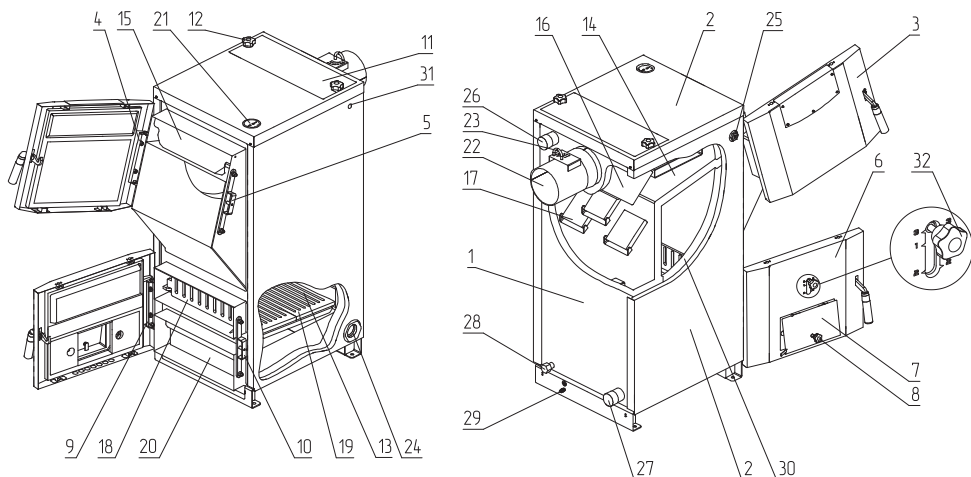

Рис.1 Устройство котла ZOTA Bulat
- Эксплуатировать котел без установленного зольного ящика (**Рис.1, поз.20**);
- Эксплуатировать котел без установленной шуровочной решетки (**Рис.1, поз.18**);
- Откройте заглушку вертикального канала теплообменника (**Рис.1, поз.11**) и уберите заслонку дымоотводную (**Рис.1, поз.16**);
- После установки шамотных кирпичей установите заслонку дымоотводную (**Рис.1, поз.16**) и заглушку вертикального теплообменника (**Рис.1, поз.11**).
- После установки высоты двери, затяните гайки (**Рис.1, поз.4**).